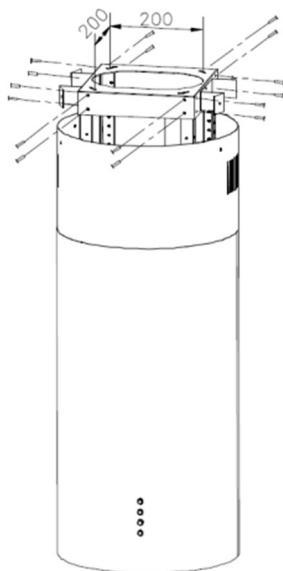

Рис.5
7. Прикрепите регулировочные планки к подвесному брусу, используя винты M4\*8 (16 шт.). Подключите провод к сети электропитания, при необходимости проведите вытяжную трубу в вентиляцию (Рис.5).